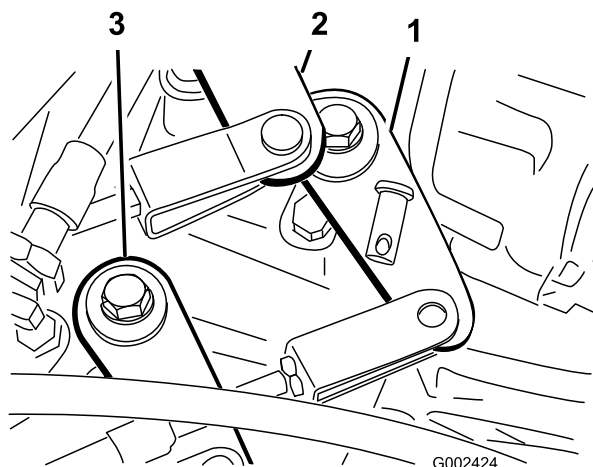

Bild 55
2. Nehmen Sie die Lastösenbolzen ab, mit denen die Schaltzüge an den Getriebebeschalthebeln befestigt sind (Bild 55).
1. Nehmen Sie die Lastösenbolzen ab, mit denen das Kabel (schneller/langsamer Gang) am Getriebe befestigt ist (Bild 55).